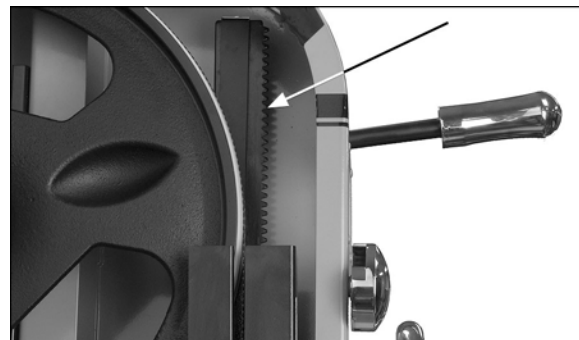

Рис. 43.
1. Периодически наносите маловязкую незастивающую консистентную смазку на механизм реечной передачи направляющей стойки (Рис. 43).